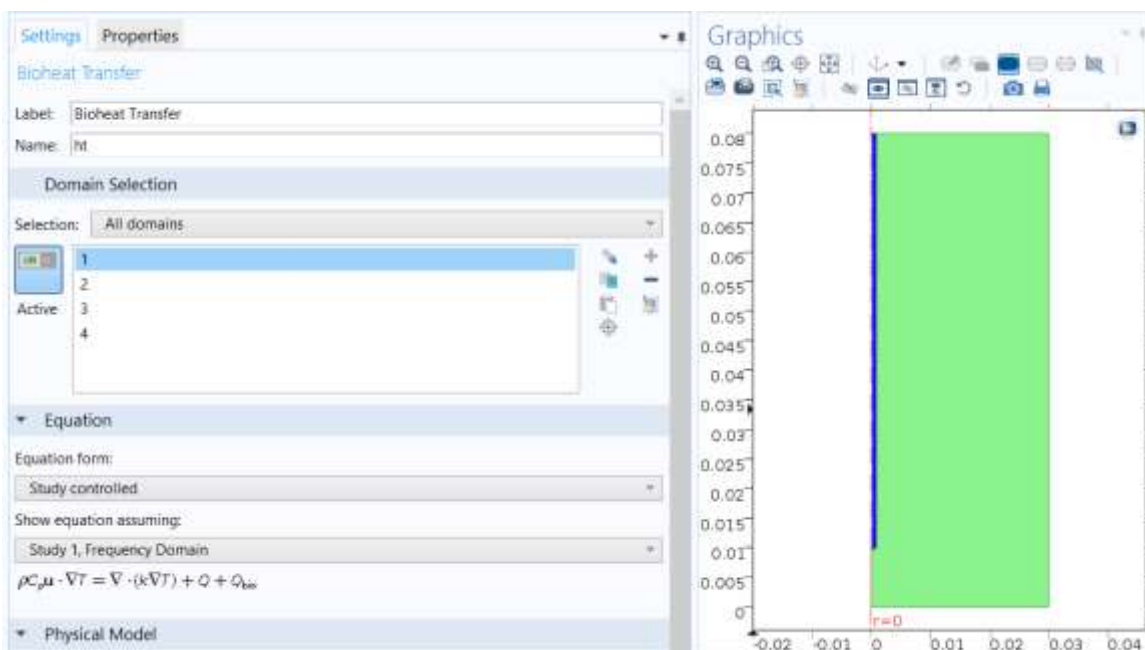

Рис.12.27. Выбор области 1 (печень), где будет считаться распределение тепла
4. Выберите область **Domain 1** (рис. 12.27).